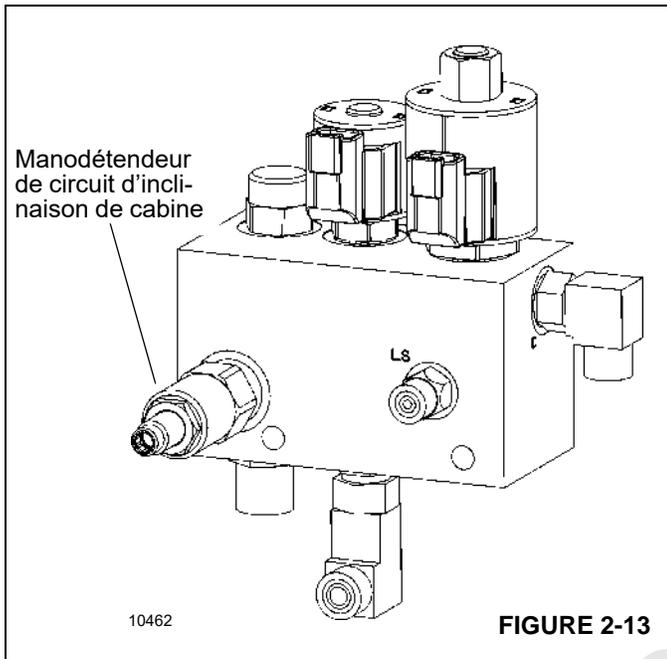

FIGURE 2-13
Le circuit d'inclinaison de cabine est commandé par un seul manodétendeur (Figure 2-13 et Tableau 2-3) réglable situé à l'intérieur de la tourelle, près de la vanne du manomètre. La vanne est commandée par un solénoïde, lui-même commandé par un interrupteur situé sur l'accoudoir droit du siège dans la cabine de la grue.
1. Installer un manomètre de 345 bar (5000 psi) minimum dans l'orifice de manomètre GP2 de la vanne de commande directionnelle. Voir Figure 2-13.